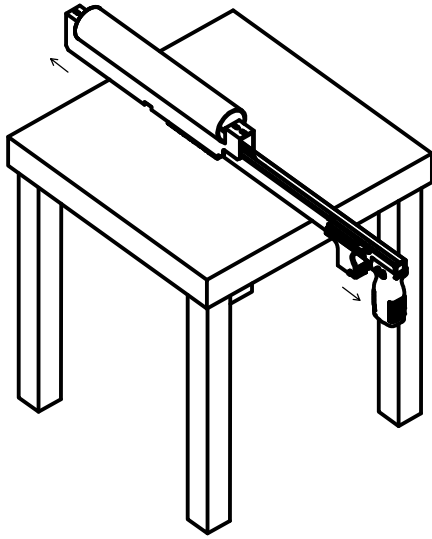

Рис. 22.
- 3) Нажмите спусковой крючок и, удерживая его, раздвиньте устройство до упора (Рис. 22);